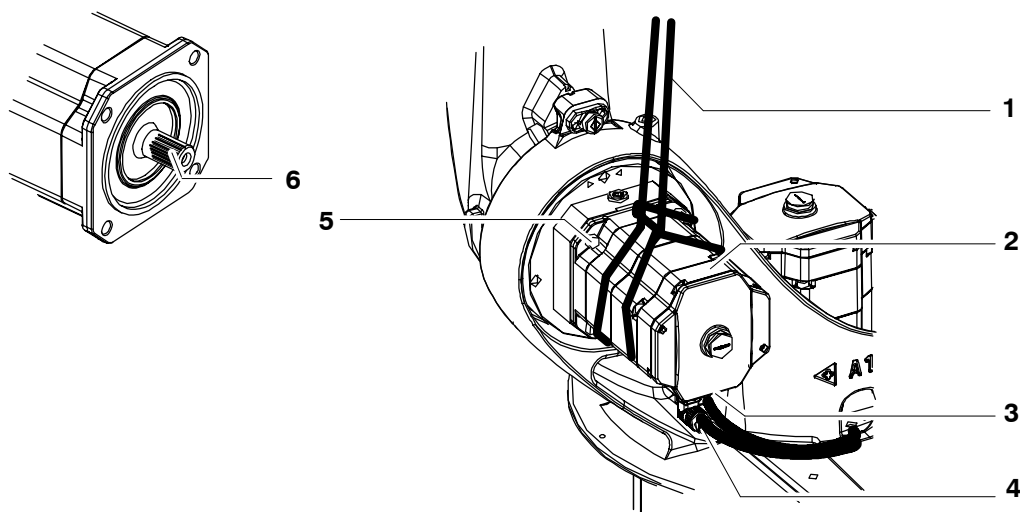

Fig. 121 Démontage et montage de l'entraînement de l'axe majeur A2
- (7) Desserrer et retirer les connecteurs XM2 (Fig. 121/3) et XP2 (4).
- (8) Desserrer les quatre vis à six pans creux M10x25 (5) sans néanmoins les dévisser.
- (9) Bloquer l'entraînement de l'axe majeur A2 (2) avec le dispositif de levage (1).
- (10) Dévisser les quatre vis à tête hexagonale M10x25 (5) sans oublier les rondelles-freins et enlever l'entraînement de l'axe majeur A2.
- (1) Le cas échéant, procéder à la déconservation du nouvel entraînement de l'axe majeur A2.
- (2) Nettoyer les dents (Fig. 121/6) avant le montage pour les graisser légèrement avec du Microlube GL 261.
- (3) Bloquer l'entraînement de l'axe majeur A2 (2) avec le dispositif de levage (1).